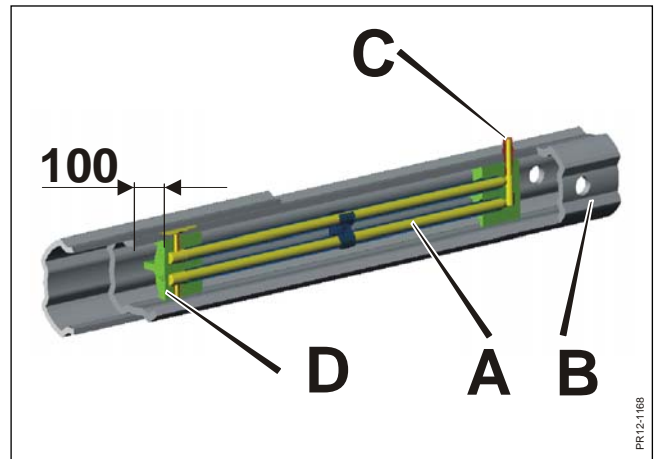

Fig. 2-10
**Fig. 2-10** La PDP ha un sistema di ingrassaggio interno A che permette di ingrassare dall'esterno i profili B e C senza smontare l'albero con questo sistema di ingrassaggio infatti basta accorciare l'albero alla distanza massima di 100 mm che servirà per ingrassare l'albero D. In casi estremi può essere necessario accorciare l'albero, allora bisognerà farlo dall'estremità opposta e il sistema di ingrassaggio dovrà essere smontato. D'ora in avanti per ingrassare bisognerà smontare le due parti dell'albero.